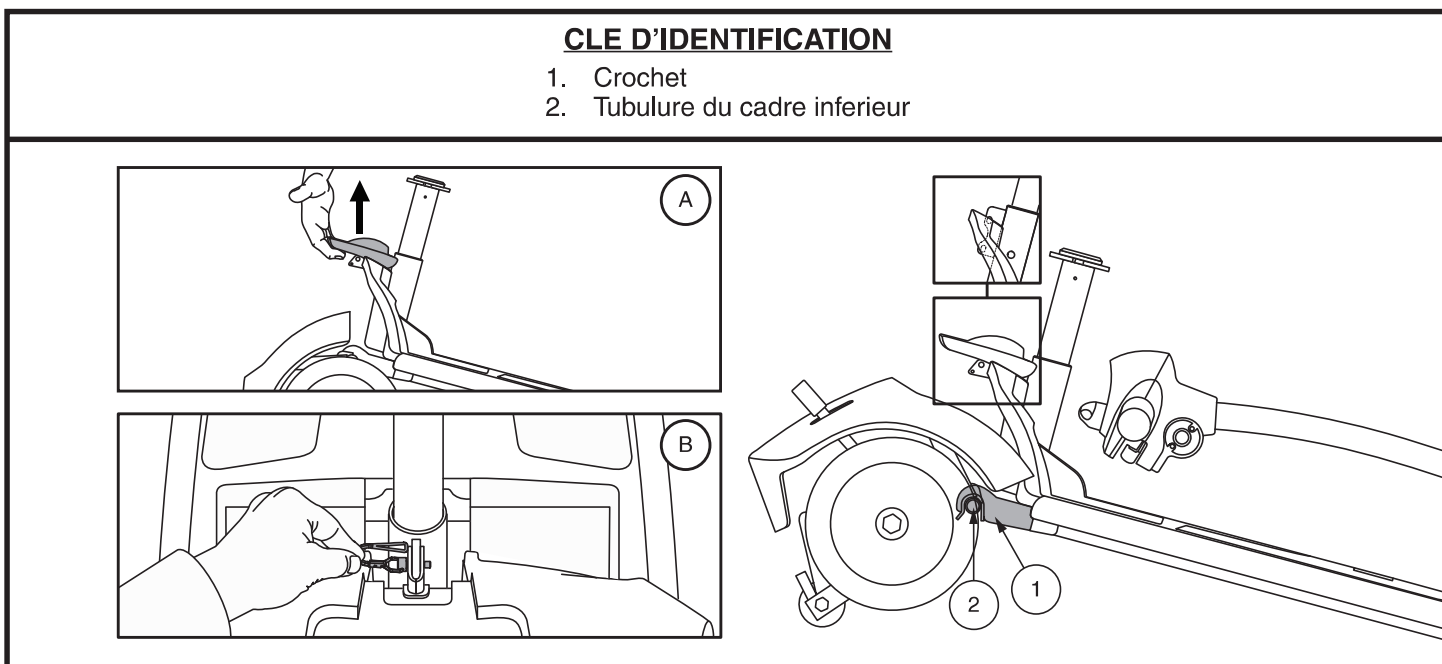

Figure 20. Levier de blocage du cadre
3. Séparez doucement les sections du Travel Scooter. **Voir la figure 20.**
NOTE: Avant de débiter l'assemblage, basculez légèrement la section arrière du Travel Scooter vers ses rolettes antibasculer tel que montré dans la figure 20.
1. Soulevez la section avant par le levier de blocage (ou le mât du siège sur les modèles 29, 36, 336, 83, et 84) et alignez les crochets avec la tubulure de la section arrière. **Voir la figure 20.**
2. Une fois que les crochets du châssis sont sur le tube inférieur du châssis, abaissez la section inférieure avant et faites pivoter la section arrière simultanément. Ceci engagera le verrouillage du châssis automatiquement **Voir la figure 20.**